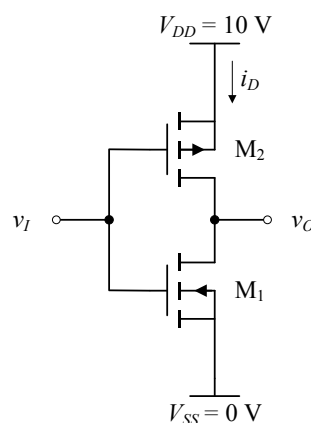

Figura 1 – Circuito inversor CMOS.
Pretende-se com este trabalho de laboratório analisar o funcionamento do circuito inversor CMOS da figura 1, que é constituído por dois transístores complementares MOS (NMOS - canal N e PMOS - canal P). Serão consideradas diversas características deste circuito inversor, nomeadamente, a sua característica de transferência, as margens de ruído e os tempos de atraso de propagação.
Considere o circuito inversor CMOS da figura 1 com $V_{DD}=10\text{ V}$ e $V_{SS}=0\text{ V}$ e em que os transístores são caracterizados por:
- 5.1. Identifique na figura 1 os pinos do circuito integrado correspondentes aos terminais dos transístores e monte o circuito inversor na placa de bread-board (não ligue a fonte de alimentação).